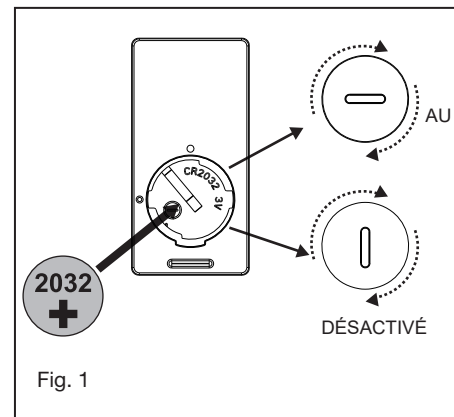

Fig. 1
- 1 Retirez l'une des trois vis du moyeu de montage situé sur le moteur du ventilateur. Desserrez les 2 autres vis. (Ne pas retirer) (Fig.1)
- 1 Sélectionnez un emplacement souhaité. Utilisez la plaque murale pour marquer l'emplacement des trous de montage. Des chevilles murales en plastique ou des vis de montage sont nécessaires pour cette application. (Fig. 1)
Retirez le panneau de l'émetteur, puis installez une pile 2032 (incluse). Vous devez utiliser une pièce de monnaie pour ouvrir ou fermer le couvercle de la batterie. Pour éviter d'endommager l'émetteur, retirez la batterie s'il n'est pas utilisé pendant de longues périodes (Fig. 1)